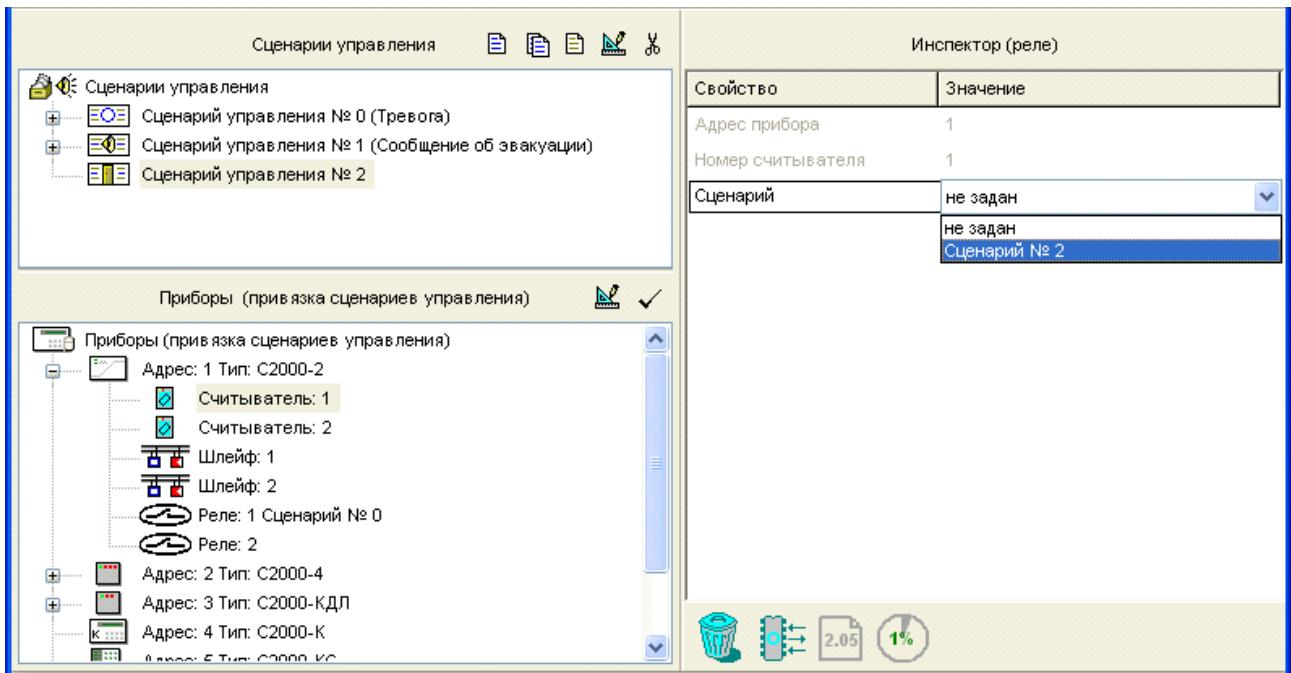

Рисунок 52
- Привязать создаваемый сценарий управления к считывателю/считывателям, которым пульт будет синхронно выдавать управляющие команды в рамках созданного сценария. Для этого следует в окне сценариев управления отметить нужный сценарий управления, затем в нижнем окне выбрать нужный считыватель/считыватели и либо нажать кнопку в панели инструментов окна привязки, либо выбрать нужное значение параметра «Сценарий» в окне «Инспектор» (см. Рисунок 52).